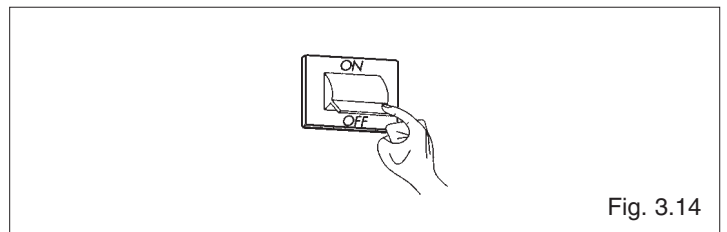

Fig. 3.14
- Prima di iniziare lo svuotamento dell'impianto togliere l'alimentazione elettrica alla caldaia posizionando l'interruttore generale dell'impianto e quello del pannello di comando su "spento" (fig. 3.14)